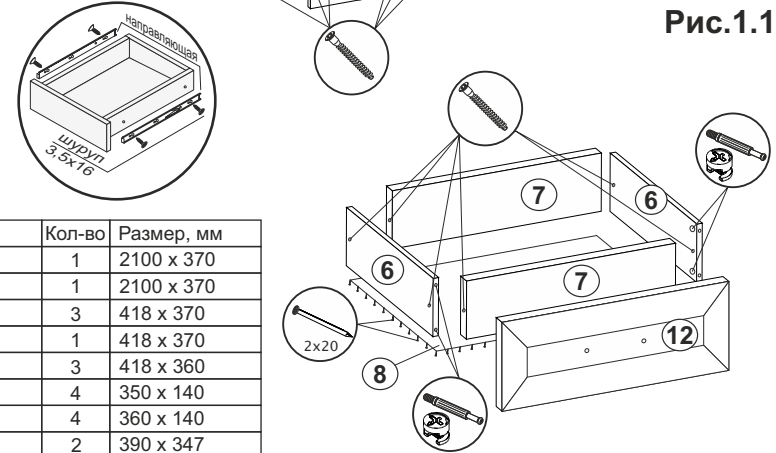

Рис.1.1
- Произвести сборку ящиков:** Соединить детали ящика (6,7) еврошурупами. Замерить диагонали получившихся ящиков и прибить ДВП (8) гвоздями 2х20. Прикрутить ручки к створкам (12) шурупами 4х16 П/Ш. Установить створки (12) на собранные ящики с помощью эксцентриков. Прикрутить ответные части направляющих по центру деталей ящика (6) шурупами 3,5х16 (рис.1.1).